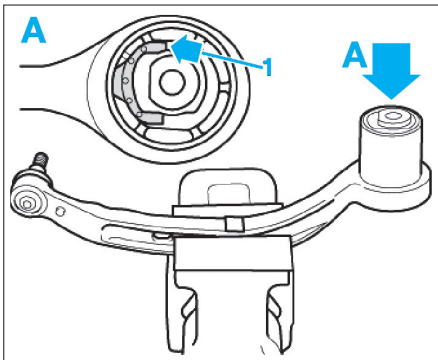

Fig. 22
- Reposer le palier en tenant compte du repérage, la flèche (1) dirigée vers la rotule (Fig.22).